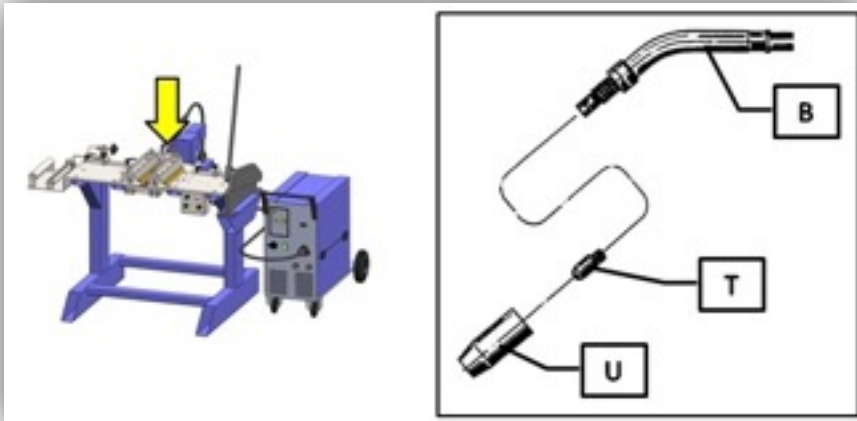

Figura 17
- ❸ Retire la guía de gas U y la arandela de salida (ver Figura 17) de la antorcha y, mientras presiona el botón de la antorcha, mueva el alambre hasta que sobresalga de la parte delantera del mismo. Al mover el alambre en la antorcha, utilice el volante para calibrar el prensador que el rodillo de prensado del hilo debe ejercer sobre el rodillo de accionamiento, realice esta acción hasta que el alambre de soldadura se mueva suavemente sin resbalar y sin deformaciones en los rodillos. Equipe la antorcha con el ojal del surtidor que se adecue al alambre utilizado. (Predeterminado Ø0.8).
- ❹ Enrosque el manguito de la boquilla T, asegurándose de que coincida con el diámetro del hilo utilizado.
- ❺ Monte de nuevo la guía de boquilla de gas U.